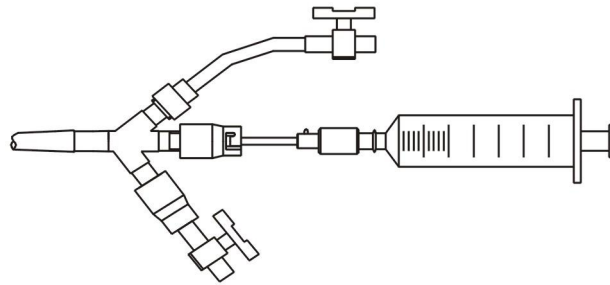

Abb. 6 Spülen Sie das Innenrohr
- 1) Spülen Sie das Innenrohr mit heparinierter Kochsalzlösung(siehe Abb. 6).**